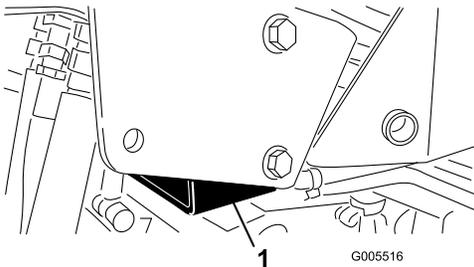

Bild 35
- Rechte Seite: Unter dem Steckpolster und neben der Stützhalterung des Überrollschutzes (Bild 35)